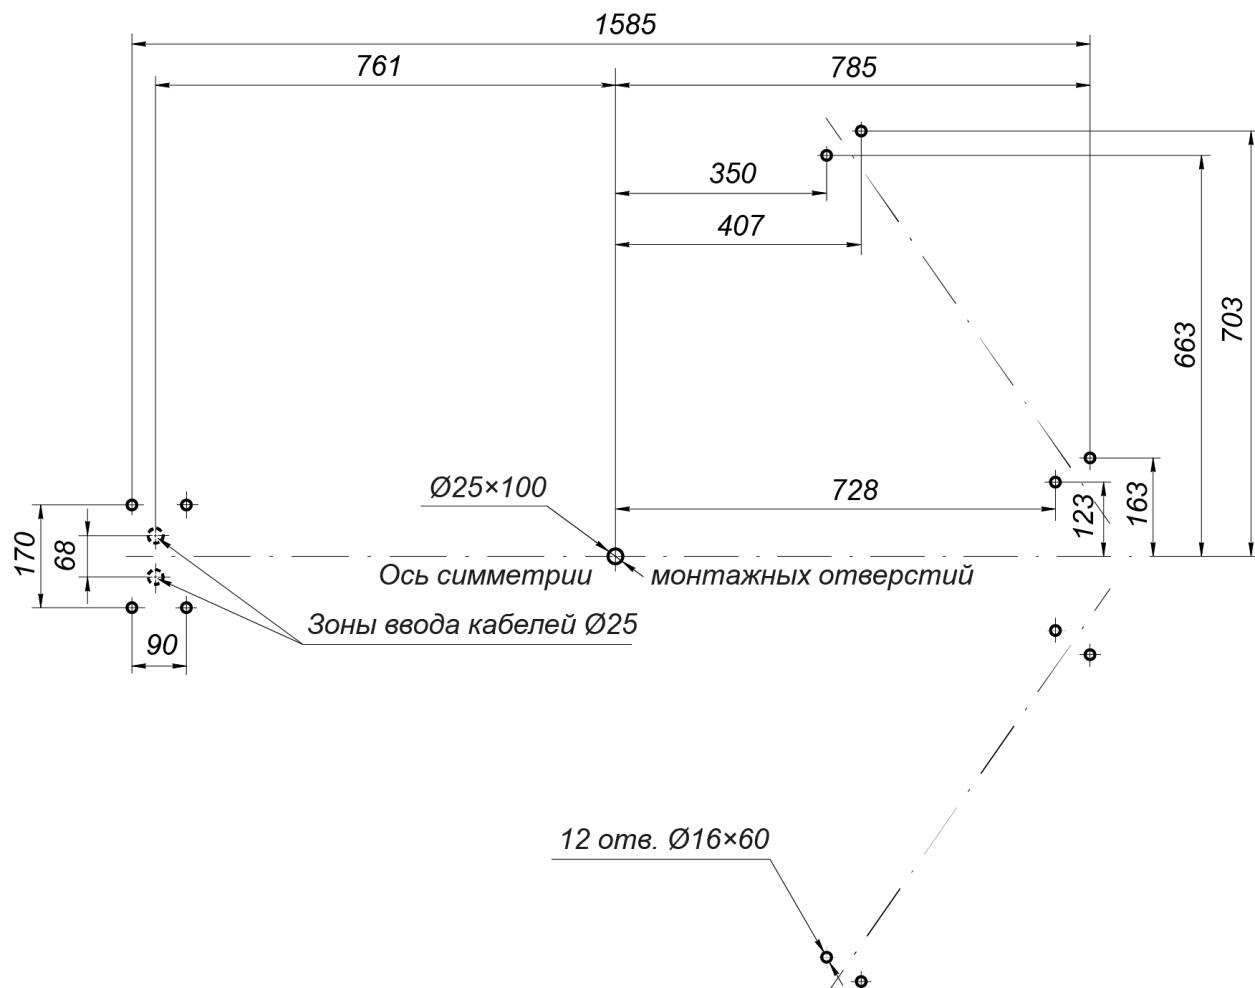
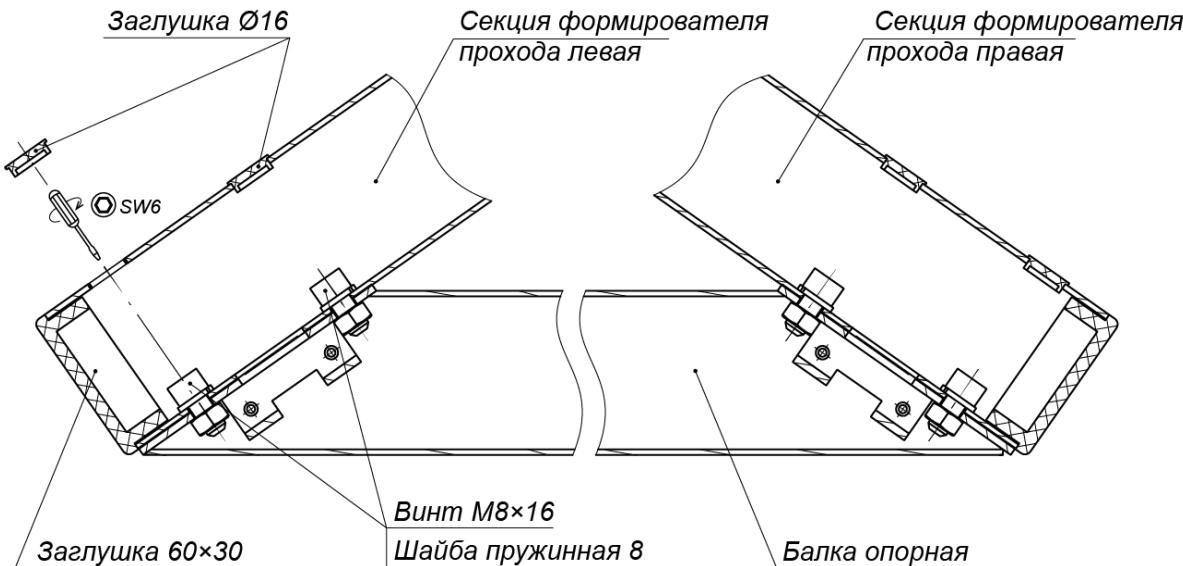

Рисунок 12. Схема разметки для монтажа турникета
Рисунок 13. Крепление балки опорной (7) к секциям (6) формирователя прохода
- Выполните на установочной поверхности разметку отверстий для монтажа турникета. Используйте шаблон из комплекта поставки, но затем обязательно проверьте истинность расстояний в соответствии с рис. 12.
- Установите секции (6) формирователя прохода на установочную поверхность, ориентируя отверстия в опорных фланцах по расположению анкеров. При этом левая и правая секции должны быть правильно выставлены и сориентированы: блоки индикации формирователей должны быть развернуты от оси симметрии (см. рис. 12) и учтено расположение на секциях мест крепления опорной балки (см. рис. 13).
9. Установите балку опорную (7) на секции (6) формирователя прохода:
- Закрепите балку опорную на секциях формирователя прохода четырьмя болтами M8×16 (ключ SW6) из комплекта сборочно-монтажных принадлежностей (ящик №4). При уличном монтаже стыки опорной балки с секциями формирователя прохода рекомендуется герметизировать, используя атмосферостойкий силиконовый герметик по инструкции производителя (см. рис. 13).
10. Распакуйте стойку с преграждающими планками (5) (ящик №4).
11. Установите стойку с преграждающими планками (5) (работайте вдвоем!):
- Для варианта прокладки кабелей питания и управления через кабельные каналы в установочной поверхности снизу: положите стойку с преграждающими планками (5) на установочную поверхность таким образом, чтобы опорный фланец находился рядом с зоной отверстия A. Затем, используя монтажную проволоку, протяните кабели через нижнее отверстие в преграждающей стойке со стороны фланца вверх по стойке до ее верхнего отверстия. Выпуск кабелей на выходе из верхнего отверстия должен составлять 0,8 - 1,0 м. Временно зафиксируйте концы кабелей на верхней планке преграждающей стойки (к примеру, с помощью липкой ленты).
- Установите стойку с преграждающими планками на отверстия с анкерами в установочной поверхности по оси симметрии, при этом фланец должен встать на зону A, а место нижнего узла вращения (3) – на отверстие с анкером M16 (см. рис. 12).
17. Окончательно затяните анкерные болты крепления к установочной поверхности опорных фланцев стойки с преграждающими планками (5) и фланцев секций (6) формирователя прохода. При возникновении перекосов в силовых элементах конструкции турникета допускается использовать монтажные прокладки.
19. Закройте пластиковыми заглушками Ø16 отверстия для болтов соединения секций ротора (2) и отверстия крепления балки опорной (7) к секциям (6) формирователя прохода (см. рис. 13 и 20).